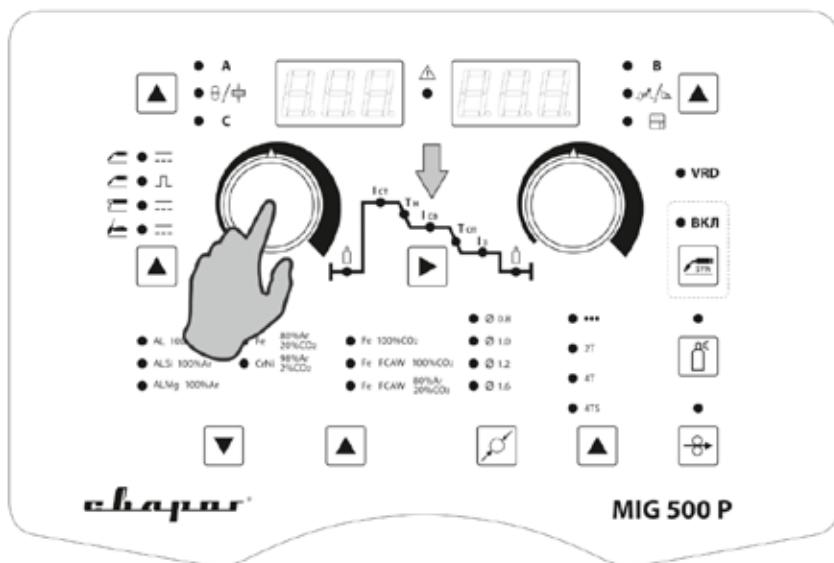

Рис. 12.0.3. Установка силы тока.
5. Установите необходимое значение силы тока (См. рис. 12.0.3). Сила тока выбирается в зависимости от толщины свариваемого металла и диаметра неплавящегося электрода (См. таблицу 12.11.3).